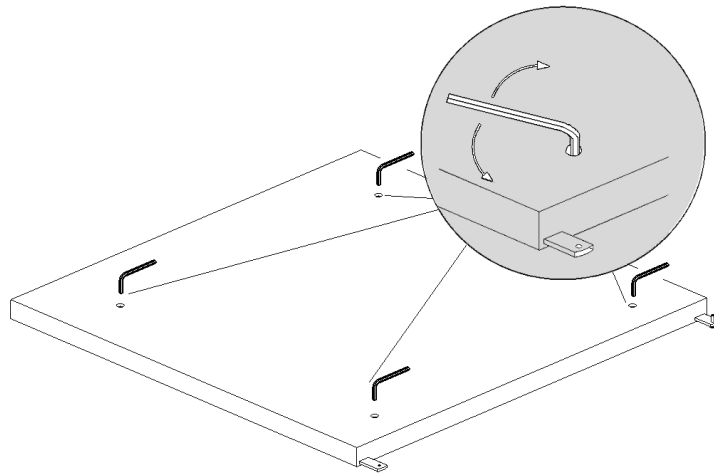

Fig. 2
- Mettre **le panneau du fond** par terre et le niveller (Fig.2);